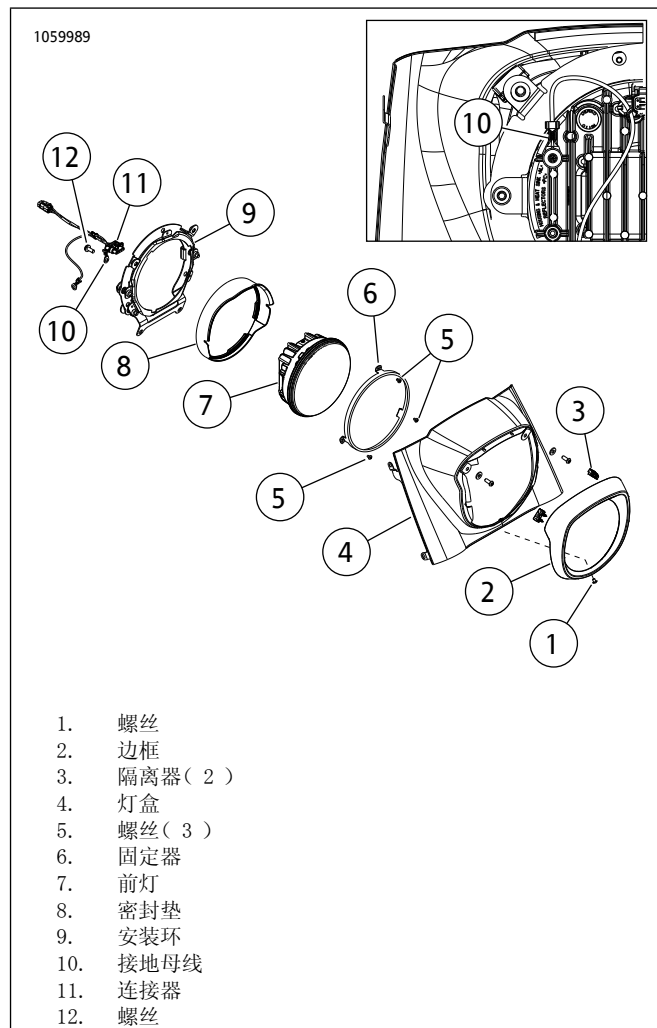

图5。灯罩安装式前灯
1. 参见图5。拆下前灯(7)。参见维修手册。
1. 参见图5。安装前灯(7)。参见维修手册。